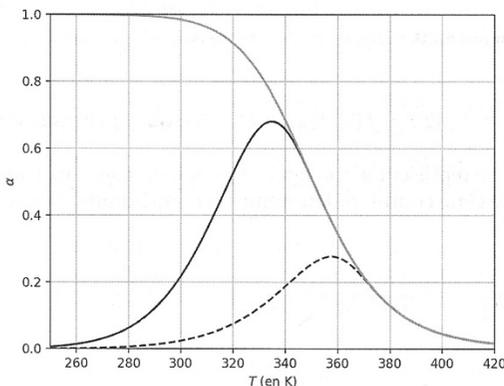

Figure 4.19. Courbes α_{eq} , α_3 et α_4 à identifier.
10. Pour $\tau_3 = 0,1 \text{ s}$ et $\tau_4 = 1 \text{ s}$, nous avons tracé les courbes α_{eq} , α_3 et α_4 (voir figure 4.19), entre 250 K et 420 K, mais la légende a été perdue.
14. Tracer sur le graphe précédent (voir figure 4.19) la courbe correspondant à une marche adiabatique à partir d'une température d'entrée $T_0 = 320 \text{ K}$ et pour $\left| \frac{\Delta_r H^\circ}{C_{pm}} \right| = 50 \text{ K}$.